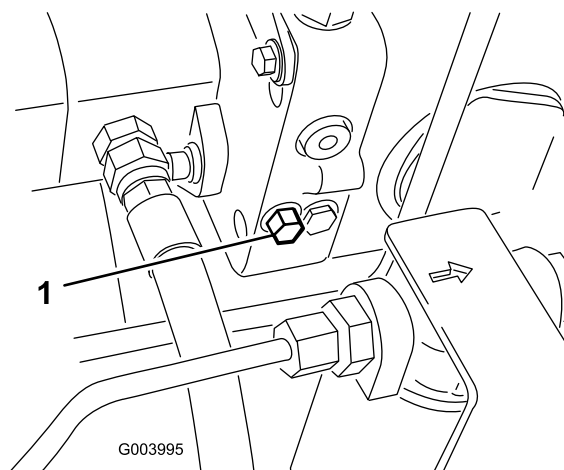

Рисунок 68
1. Чтобы открыть перепускной клапан и обеспечить внутренний перепуск масла, поверните болт клапана на 1,5 оборота (Рисунок 68).